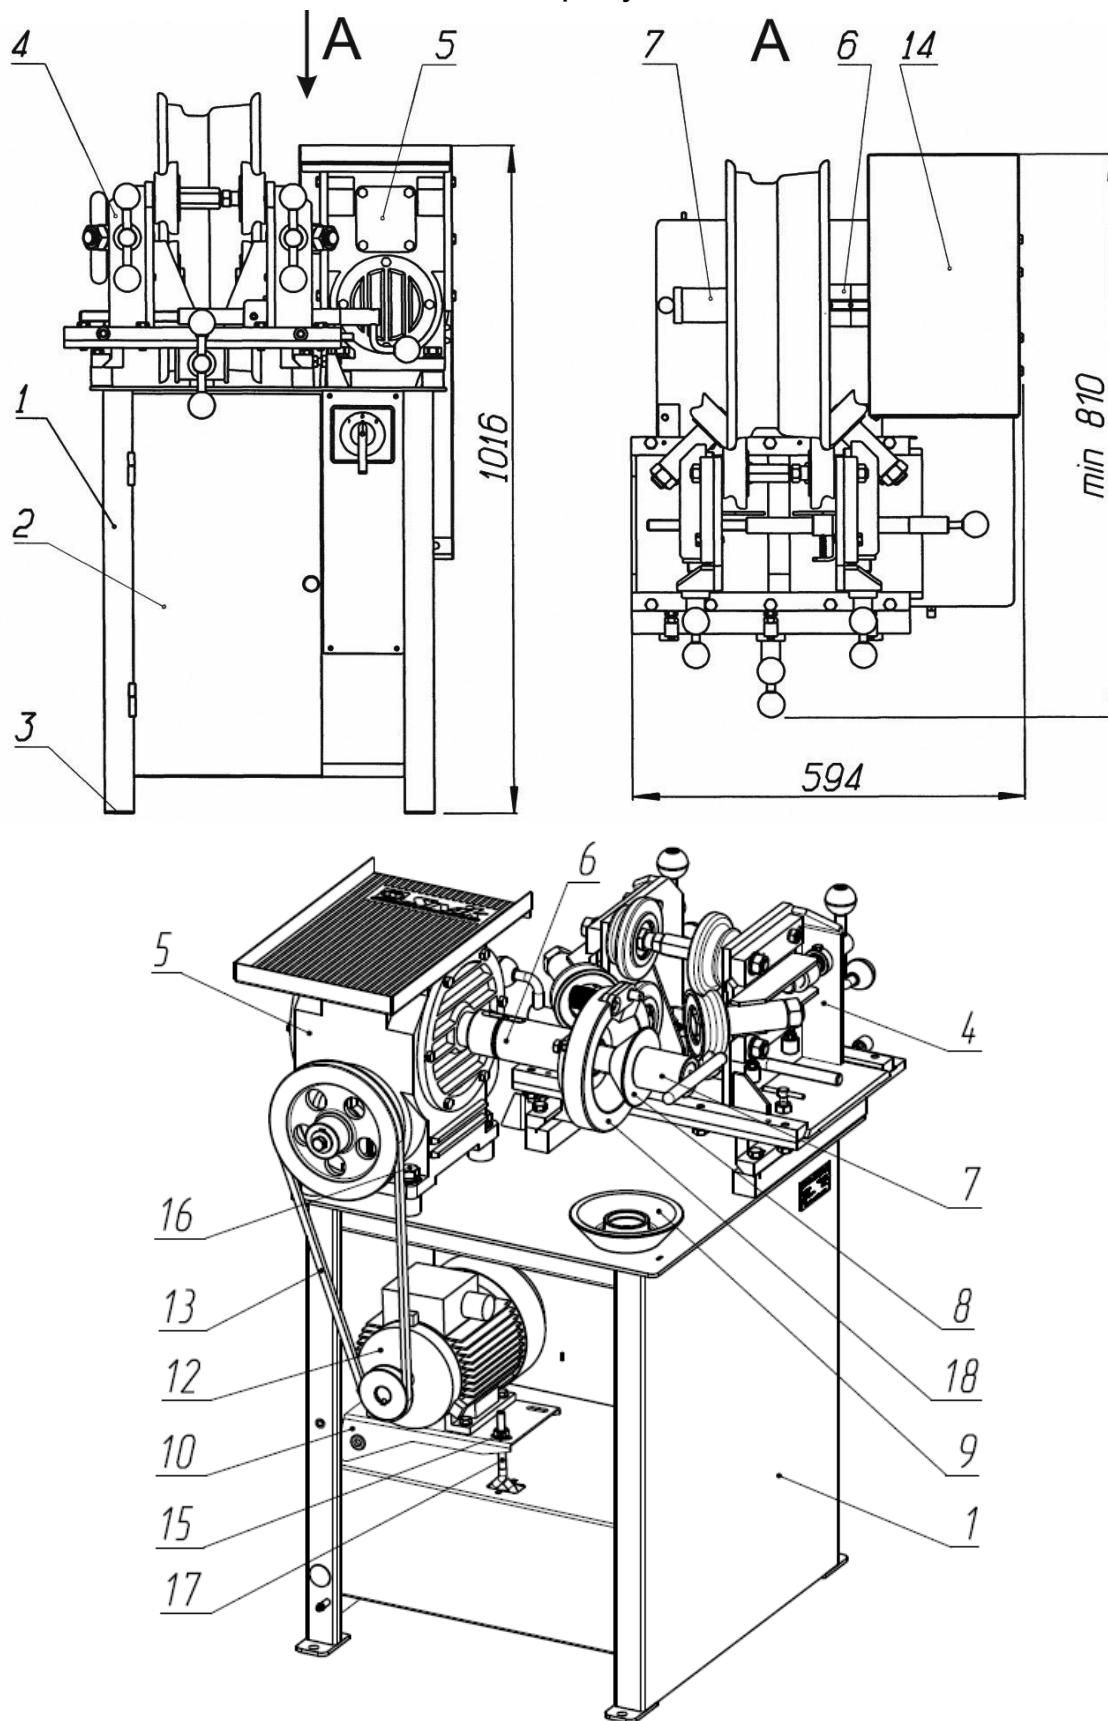
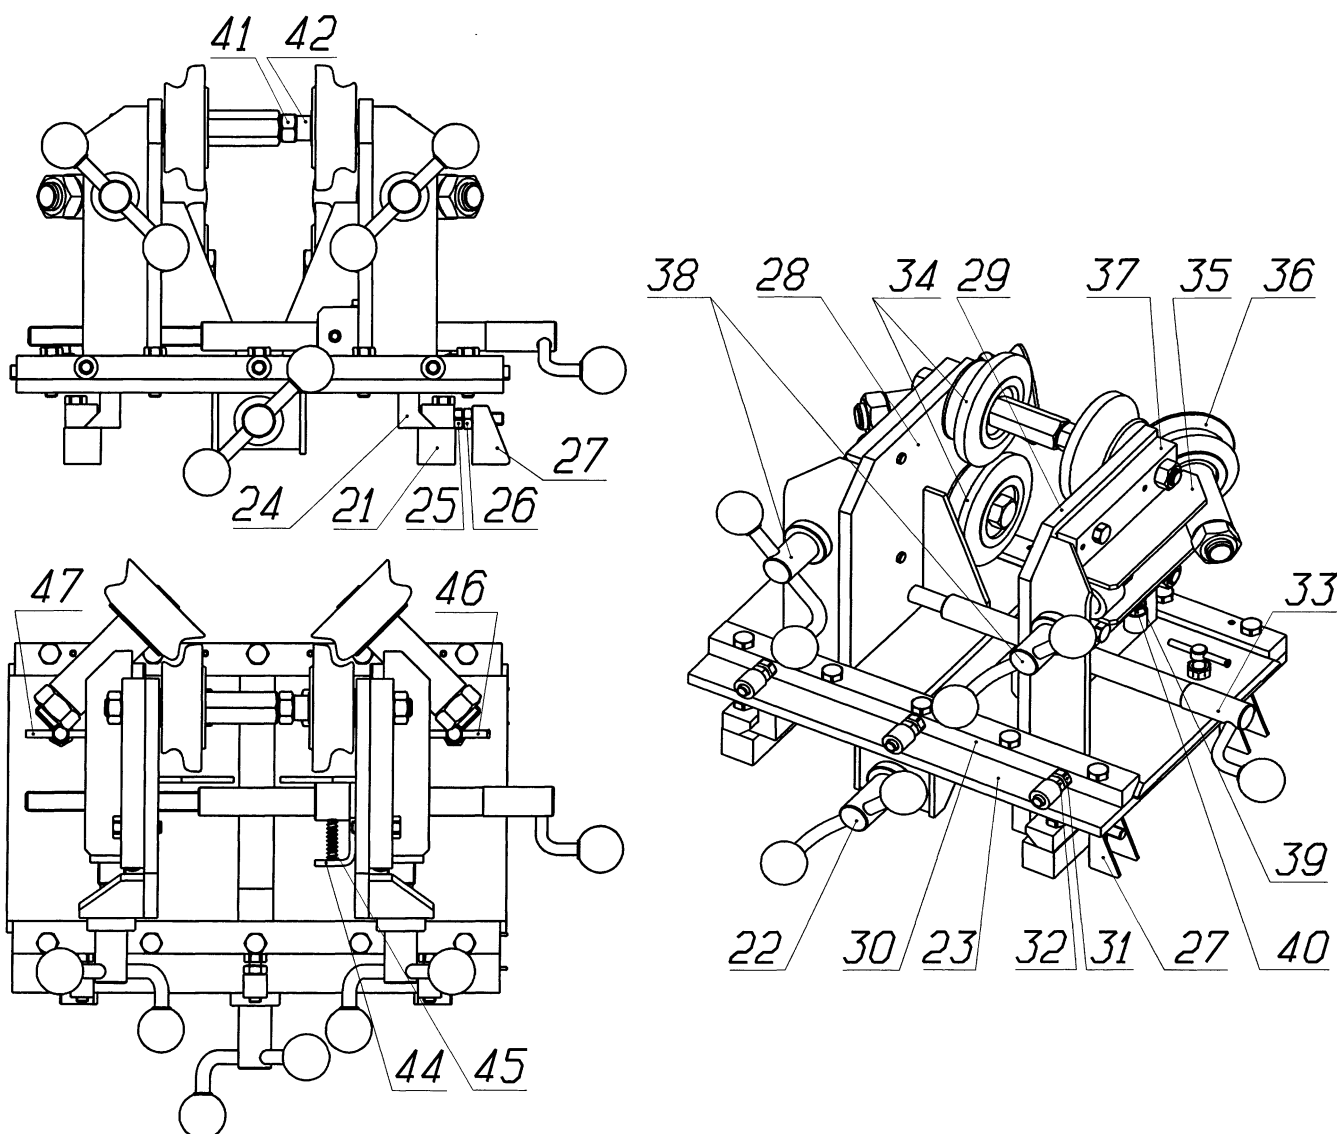

Рисунок 4.1 - Устройство станка
Рисунок 4.2 - Устройство дископравное
Принцип работы станка заключается в обкатке и калибровке деформированных ободьев большими и малыми правильными роликами 34,36 (рисунок 4.2).
6.2.1 Подвести большие правильные Ролики 34 (рисунок 4.2) к полкам обода колеса. Должно производиться одновременное касание обода к четырем роликам 34. Допуск не параллельности оси колеса и оси роликов по горизонтали и вертикали должен составлять не более $\pm 0,5$ мм. Болты 16 (рисунок 4.1) затянуть до отказа, соблюдая равномерность затяжки.
| При сведении роликов 34, 36, (рисунок 4.2) к вращающемуся диску, не вращается один из роликов | <ol style="list-style-type: none"> 1. Попадание грязи в подшипник 2. Повреждение или износ подшипников качения | <ol style="list-style-type: none"> 1. Произвести промывку подшипника уайт-спиритом ГОСТ3131-78 и смазать Литол-24 2. Заменить подшипник |